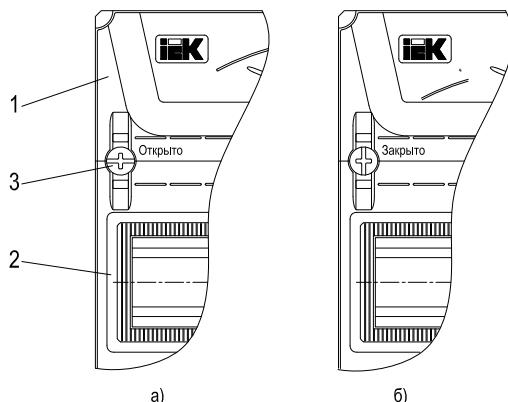

Рисунок 2 – Оперативная панель
6.2 Открыть дверь корпуса и посредством отвёртки повернуть крепёжные клипсы на оперативной панели на угол 90° (шильд на головке клипсы должен встать параллельно DIN-рейке), при этом панель защелкнется со стоек и её можно снять (рисунок 2а). Торцевым гаечным ключом на 10 мм открутить гайки и демонтировать из оболочки монтажную раму.
6.6 Установить оперативную панель. Для этого повернуть крепёжные клипсы таким образом, чтобы шильд на головке встал перпендикулярно DIN-рейке и надавить на них, при этом панель защелкнется в стойке (рисунок 2б).